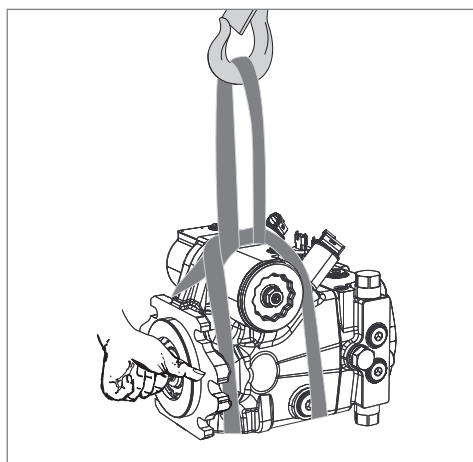

Fig. 4: Transporte con cinta de elevación
- ▶ Coloque la cinta de elevación alrededor de la unidad a pistones axiales de modo que la cinta no pase por encima de piezas de montaje (por ejemplo: válvulas, tuberías), ni la unidad a pistones axiales quede suspendida por las piezas de montaje (véase Fig. 4).